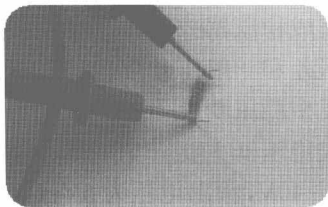

图 2-53 使用数字万用表判定电阻好坏
步骤② 将万用表的两个表笔分别和电阻的两端相接,显示屏上应显示一个数字,如果显示屏上显示为“0”或显示屏上显示的数字不停地变动或测得值与电阻上的标称值相差很大,则说明该电阻已损坏,图 2-53 所示为使用数字万用表判定电阻好坏。